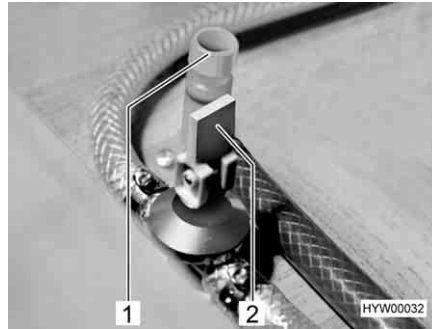

Fig. 103 Rubinetti di scarico
- Chiudere il rubinetto di scarico (Fig. 103,2). A questo scopo posizionare orizzontalmente la leva a bilanciere. Il rubinetto di scarico si trova in cucina sotto la parte sinistra dell'armadio.
- Chiudere il rubinetto di scarico (Fig. 103,1). A tal fine ruotare il coperchio in senso orario.
- Aprire il rubinetto di scarico del boiler (Fig. 103,2). A questo scopo mettere la leva a bilanciere sul rubinetto di scarico del Boiler in posizione verticale.